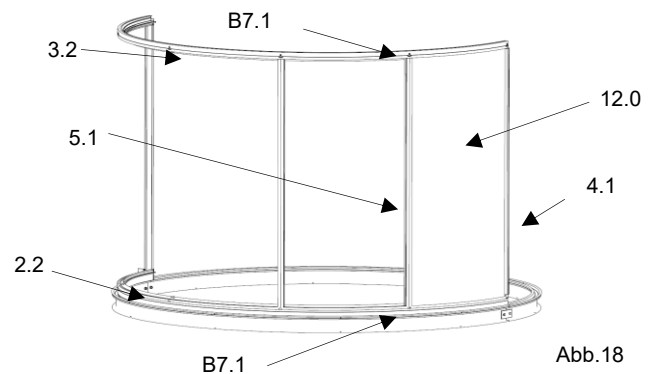

Abb.18
- die Mittelsprosse (**5.1**) mit Senkblechschraube (**B7.1**) an das Traufprofil (**3.2**) und Laufrollenprofil (**2.2**) montieren. (Abb.18)